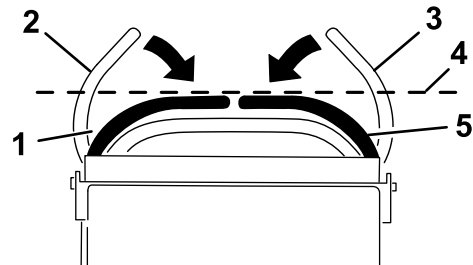

Figure 69
3. Abaissez les leviers de commande de déplacement hors de la position de BLOCAGE DU POINT MORT (Figure 69).
4. Vérifiez si le levier de commande de déplacement droit s'aligne horizontalement sur le levier de commande de déplacement gauche (Figure 69).